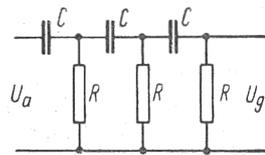

Bild 40
a) Dreigliedrige RC-Kette, anwendbar bei Pentoden und steilen Trioden (Bild 40):